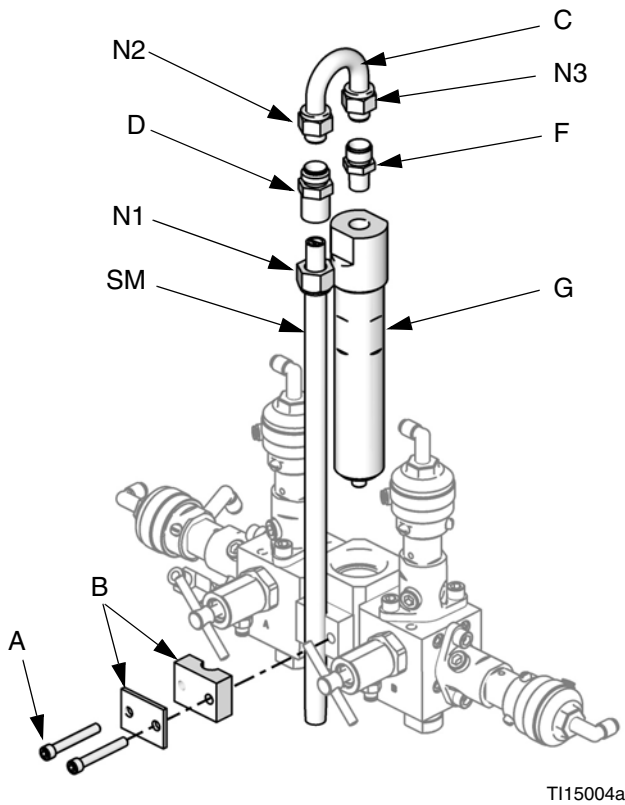

ABB. 8. Integrator und Statikmischer ausbauen
1. Entfernen Sie die Schrauben (A) und die Halterung der Statikmischer-Baugruppe (B). Siehe ABB. 8.
2. Lösen Sie die Mutter des Statikmischer (N1). Statikmischer (SM) ausbauen und beiseite legen.
3. Muttern des U-Rohrs (N2 und N3) lösen. Das U-Rohr (C) und das Anschlussstück des Statikmischer (D) entsorgen.
4. Das 1/4-Zoll-NPT(a)-Anschlussstück (F) ausbauen und beiseite legen. Bauen Sie die Dosierkammer (G) aus und entsorgen Sie diese.